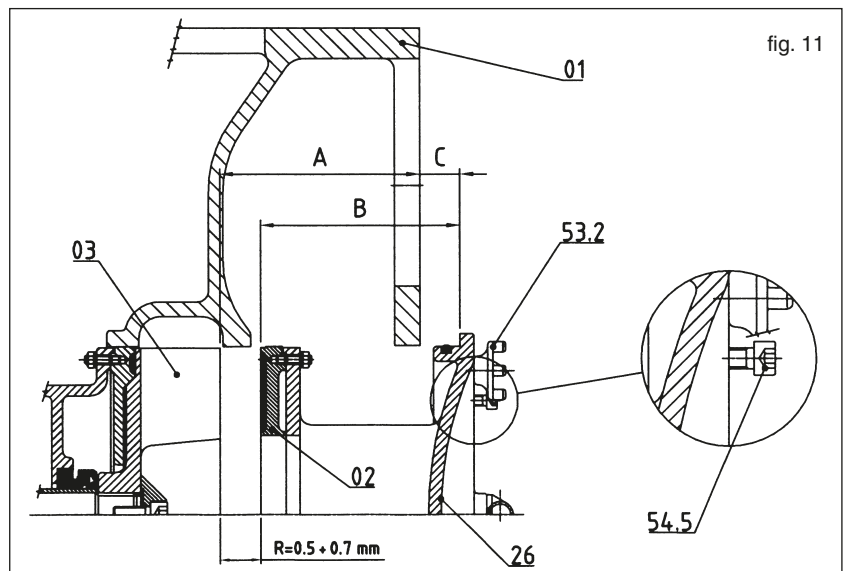

fig. 11
13.7 Colocación del impulsor respecto del o de los discos de desgaste (fig. 11)